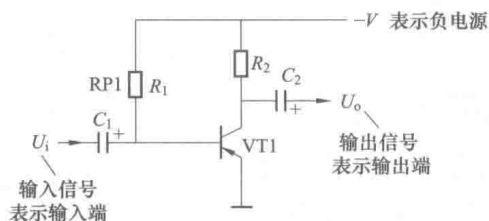

图 1-7 单元电路图示意图
3) 在单元电路图中已经对电源、输入端和输出端加以简化,通过这些简化标记可以方便识图,如图1-7所示。
在图1-7中, $-V$ 表示直流工作电压,负号表示采用负极性直流电压供电,电源正极接地端; $+V$ 表示直流工作电压,正号表示采用正极性直流电压供电,电源负极接地端;
在图1-7所示的单元电路中,见到 U_i 便可以知道信号通过电容 C_1 加到三极管VT1基极,还可以确定 C_1 是输入端耦合电容;见到 U_o 便可以知道信号从三极管VT1集电极输出, C_2 是输出端耦合电容。这相当于在电路图中标出了放大器的输入端和输出端,大大方便了电路工作原理的分析。